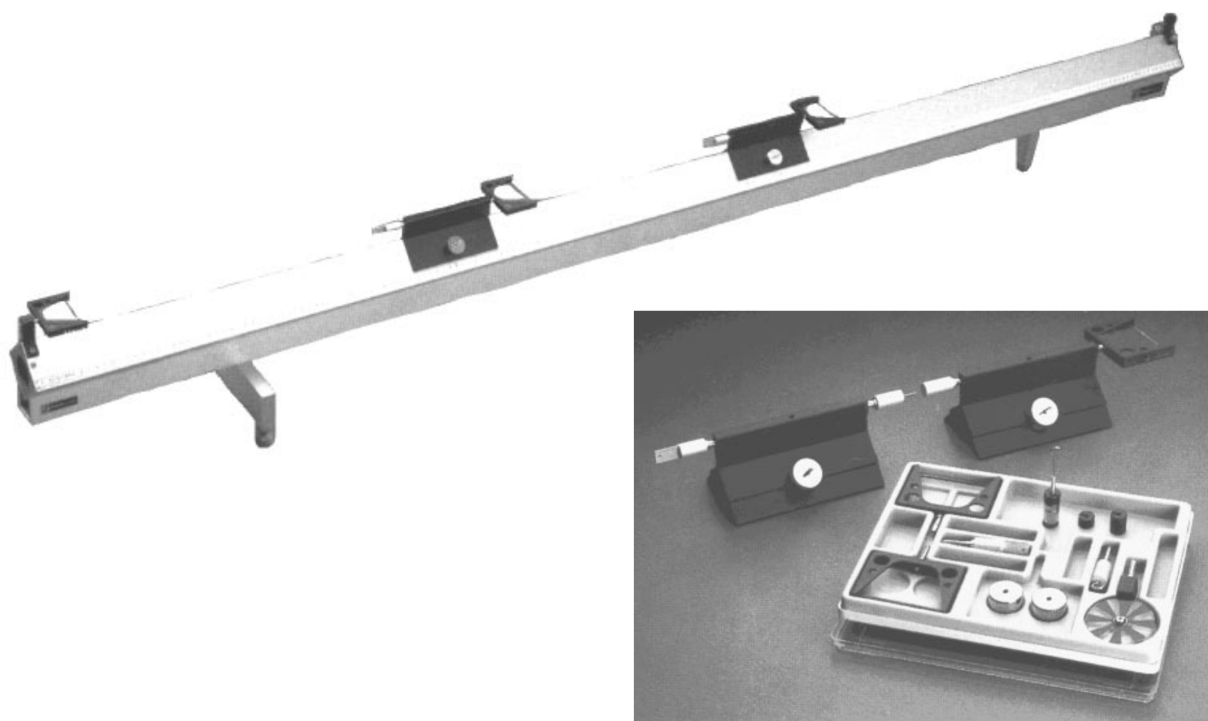

Figura 1: Montaje experimental.
Dos deslizadores de masa m_A y m_B son colocados en un riel de aire (ver figura 1). Cuando el compresor se enciende se puede despreciar la fricción de los deslizadores en su movimiento a través del riel. Se permite que los deslizadores colisionen entre sí para producir diferentes configuraciones de colisiones: elásticas e inelásticas. Un par de foto-puertas en el riel registran las rapidezces de entrada y salida de los deslizadores en sus distintas configuraciones producidas en el laboratorio.
La ecuación (2) dice que, el momento total inicial de un sistema es igual al momento total final del sistema, luego que algún evento haya ocurrido en dicho sistema (por ejemplo una colisión). Para el sistema planteado en la Figura 1, donde pueden ocurrir colisiones elásticas o inelásticas, es posible plantear un sistema aislado en el cual el principio de conservación del momento sea aplicable.